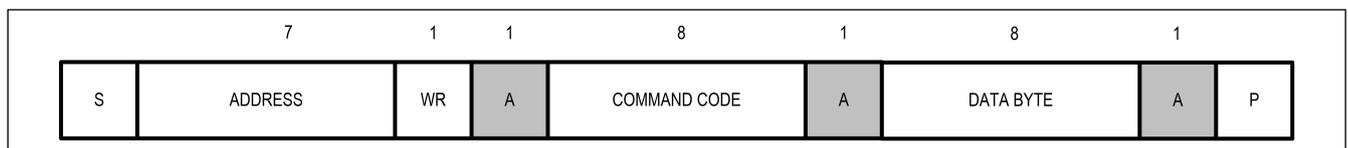

図 2. I2C の書き込み
書き込み動作 (図 2) は、バス・マスタが START (S) 条件とそれに続く 7 個のアドレス・ビットおよび 1 個の書き込みビット (R/W = 0) を発することで開始されます。アドレス・バイトが正常に受信されると、デバイス (スレーブ) はアクノレッジ (A) を発します。次いでマスタがスレーブに書き込みを行います。このシーケンスは単一の書き込み動作の STOP (P) 条件によって終了します。